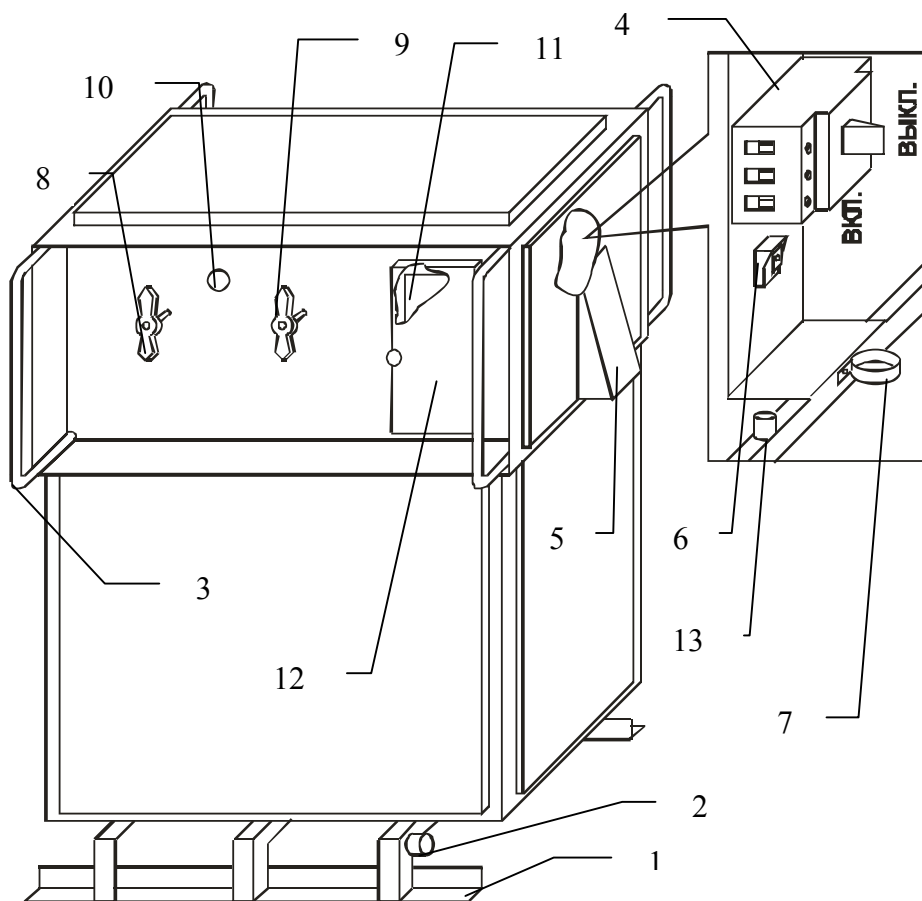
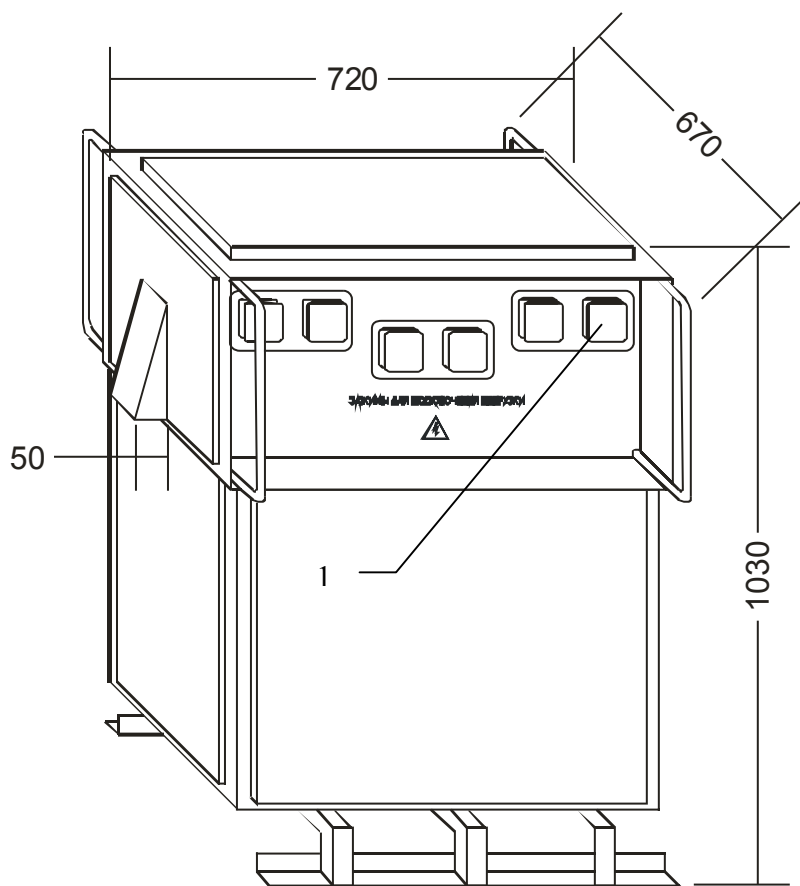

рис.1
Рис.2
4.1 Общий вид станции приведен на рис. 1, вид со стороны подключения нагрузки на рис.2.
4.2 Станция (рис.1) состоит: из сухого 3-х фазного понижающего трансформатора, установленного внутри корпуса на основании поз.1, лицевой и задней панелей, рым-скоб поз.3 для перемещения и удерживания станции на весу, автоматического выключателя поз.4, размещенного за щитом с патрубком для ввода кабеля поз.5. Рядом с автоматическим выключателем находится зажим поз.6, обозначенный знаком «N», для подключения нулевого **рабочего** провода, который защищает питающую сеть от перекоса фаз при несимметричной нагрузке.
4.3 На лицевой панели (рис. 1) размещены: ручки переключателей ступеней рабочего напряжения поз.8 и 9, сигнальная лампа «Сеть» поз.10, амперметры контроля тока нагрузки поз.11. Для защиты от удара амперметры закрыты щитком поз.12.
4.4 На задней панели (рис.2) находятся выходные зажимы поз.1 для подключения нагрузки. Каждая из фаз нагрузки имеет по два, соединённых между собой, зажима. На один зажим приходится половина токовой нагрузки фазы. Провода нагрузки следует равномерно распределять между зажимами и подключать с помощью наконечников с крепежным отверстием под болт М10.
5.12. При подъеме станции ее необходимо стропить за все четыре рым-скобы (рис.1, поз.3).
- 6.3. Снять щит поз.5 (рис.1), подключить нулевой **защитный** проводник «РЕ», сечением не менее 6 мм² для медного проводника, к бобышке поз.13 (рис.1), используя наконечник с отверстием под болт М6.
- 6.4. Подключить нулевой **рабочий** проводник «N» к зажиму поз.6 (рис.1), используя кабельный наконечник с отверстием под болт М8.
- 6.5. Подключить фазные жилы сетевого кабеля к автоматическому выключателю поз.4 (рис.1). Концы сетевых питающих проводов должны быть зачищены от изоляции на 10-15 мм и не требуют дополнительной оконцовки. Сечение фазных жил кабеля должно быть не менее, приведенных в таблице 3.
- 6.6. Зафиксировать сетевой кабель при помощи хомута поз.7 (рис.1.).